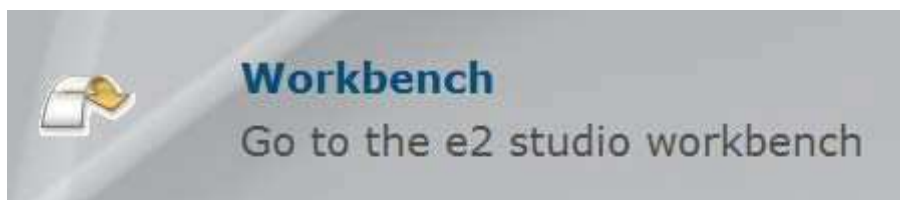

図 2.3 Workbench 矢印
- D. ワークスペースが開いたとき、Welcome ウィンドウが開く場合があります。その場合は [Workbench] の矢印をクリックして、図 2.3 に示すように [Welcome Screen]の先に進んでください。